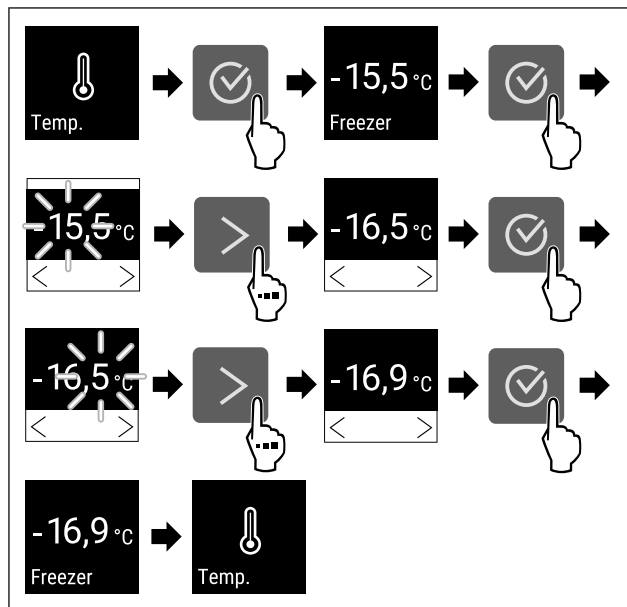

Fig. 66 Preklop temperature iz -15,5°C na -16,9°C
- ▶ Izvedite zahtevane korake (glejte Fig. 66).